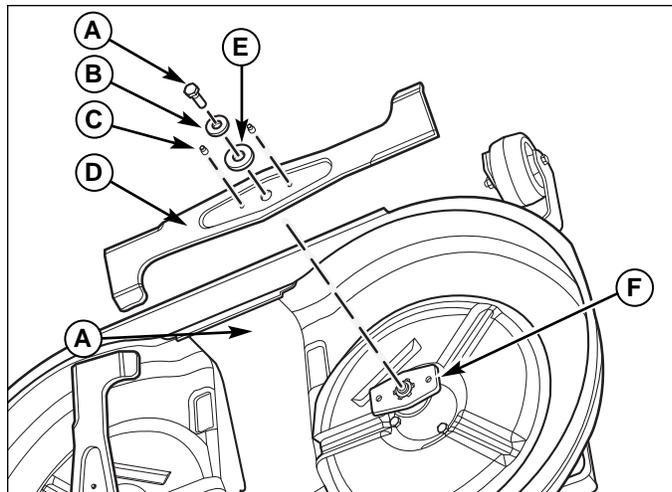

Figure 24. Installation de la lame
3. Déposer la vis de fixation (A, Figure 24), la rondelle élastique (B), la rondelle cannelée (E), la goupille de positionnement (C) et la lame (D). Ne pas déposer le raccord de lame (F).
8. Poser la rondelle cannelée (G, Figure 24), la rondelle élastique (F) et la vis de fixation (A). Bloquer la lame avec une cale en bois (B) pour l'empêcher de tourner et serrer la vis de fixation (A) 30 +/- 3Nm.
4. Déposer la vis de fixation (A, Figure 24), la rondelle élastique (B), la rondelle cannelée (E).
6. Poser la goupille de positionnement (C, Figure 24), la rondelle cannelée (E), la rondelle élastique (B) et la vis de fixation (A). Bloquer la lame avec une cale en bois pour l'empêcher de tourner en serrant la vis de fixation (A) 30 +/- 3Nm.